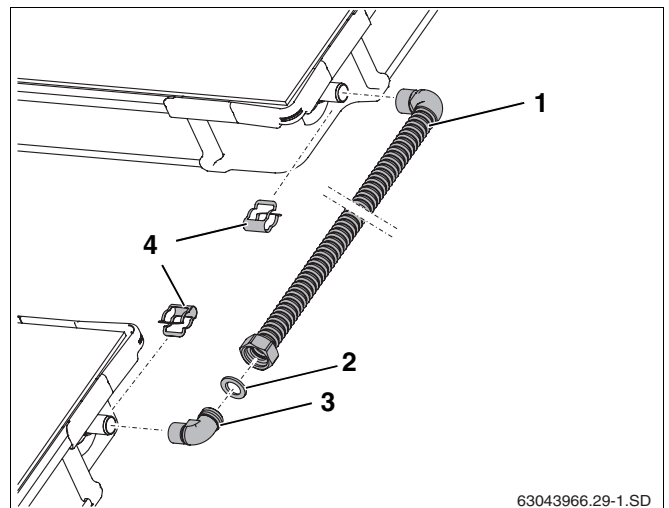

Fig. 60 Conjunto de ligação entre duas filas de colectores
Caso tenha que encurtar o tubo de ligação (fig. 60, **item 1**) tenha atenção aos passos de instalação no capítulo "Preparar a superfície vedante:" página 36.
- ▶ Aplicar o vedante (fig. 60, **item 2**) na porca.
- ▶ Colocar, alinhar e apertar o cotovelo (fig. 60, **item 3**) na porca G1.
- ▶ Deslocar o tubo de ligação (fig. 60, **item 1**) sobre as ligações do colector e fixar com grampos (fig. 60, **item 4**) do conjunto de ligação.